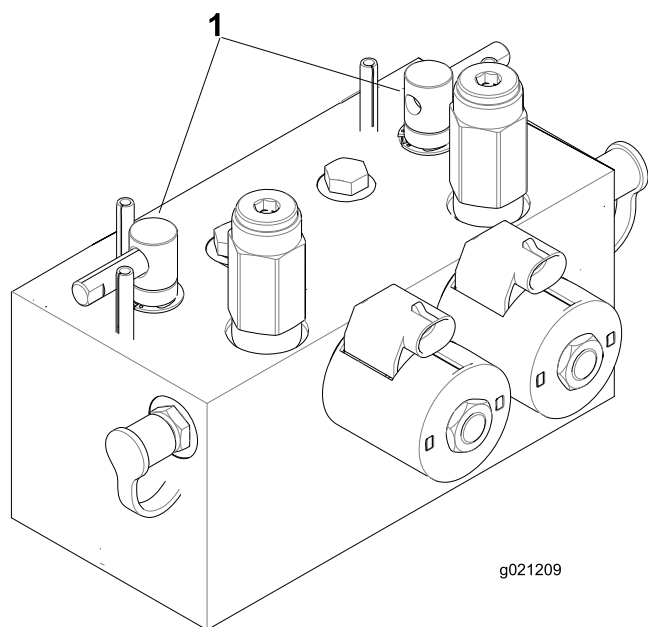

Bild 109
2. Entriegeln und klappen Sie den Sitz hoch, um die Lapphebel frei zu legen (Bild 109).
5. Wählen Sie entweder den vorderen, hinteren oder beide Lapphebel aus, um festzulegen, welche Geräte geläppt werden (Bild 109).